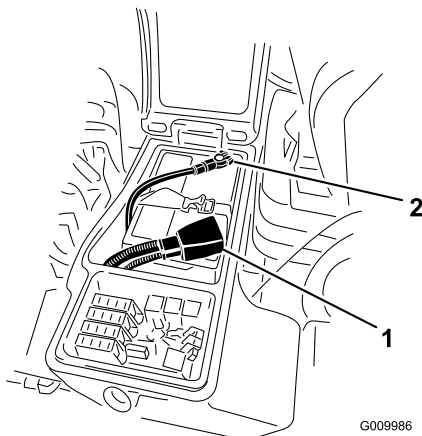

Bild 37
4. Klemmen Sie das Pluskabel (Rot) am Pluspol (+) der Batterie und das Minuskabel (Schwarz) am Minuspol (-) der Batterie an (Bild 37). Befestigen Sie die Kabel mit Kopfschrauben und Muttern an den Polen. Stellen Sie sicher, dass die Plusklemme (+) vollständig auf den Pluspol aufgezogen und das Kabel fest an die Batterie angeklemmt ist. Das Kabel darf die Batterieabdeckung nicht berühren. Ziehen Sie den Gummischuh über den Pluspol, um Kurzschlüssen vorzubeugen.